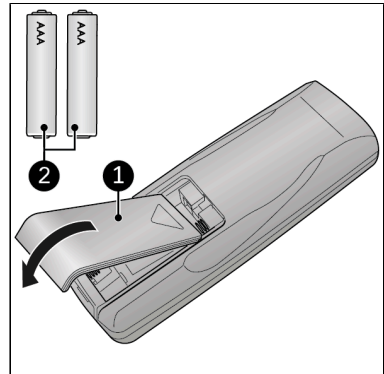

Abbildung 54.
1. Entfernen Sie die Abdeckung (Abbildung 54, Pos. 1).
3. Legen Sie zwei Batterien (AAA 1,5V) (Abbildung 54, Pos. 2) wie im Batteriefach angegeben ein. Stellen Sie sicher, dass die Batterien richtig eingelegt sind.